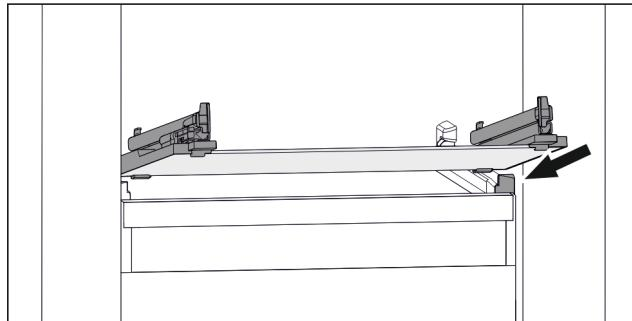

Fig. 64 Приближене відображення скляної пластини
- Встановити скляну пластину за стопорами навколо. (див. Fig. 64)